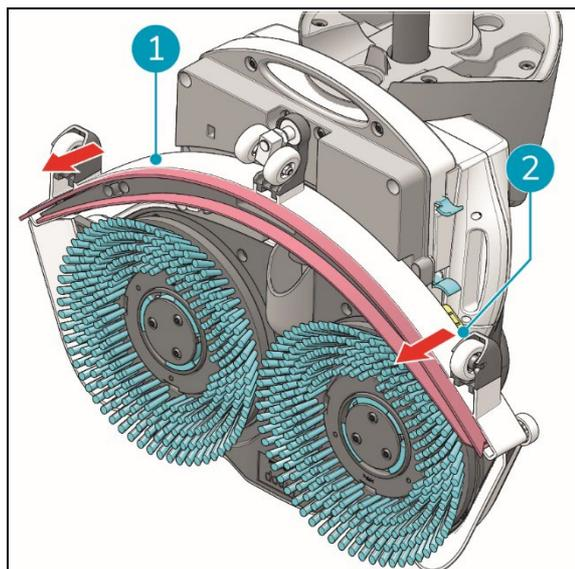

Abbildung 29
3. Ziehen Sie an der linken Seite des Rollenquetschers, um ihn zu entfernen (Abbildung 29, Pos. 1).
4. Ziehen Sie an der rechten Seite des Rollenquetschers, um ihn zu entfernen (Abbildung 29, Pos. 2).